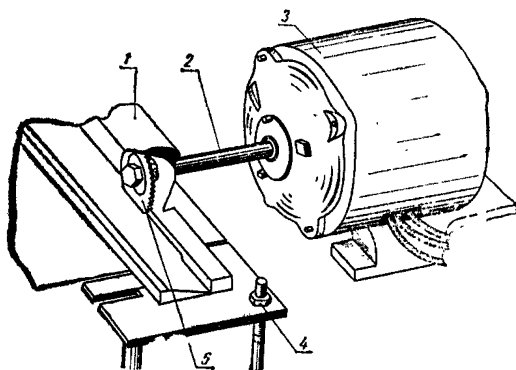

Рис. 2. Приспособление для нарезки клиньев
6. Приспособление для нарезки клиньев (рис. 2).
Секции катушек обмотки, которые изготавливаются по проволочному шаблону на намоточном станке, укладываются в пазы ротора (статора, якоря), уплотняются с помощью специального приспособления (см. рис. 6) и крепятся клиньями. Клинья изготавливаются с помощью приспособления (см. рис. 2). Концы катушек соединяются по схеме; места соединений пропаиваются на специальном столе и изолируются.